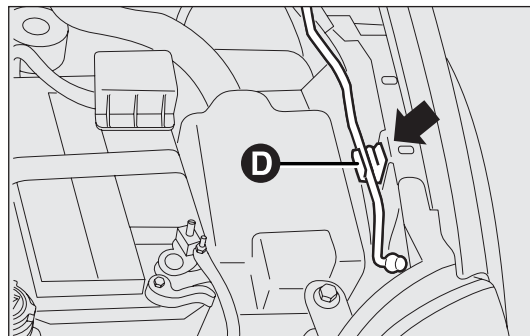
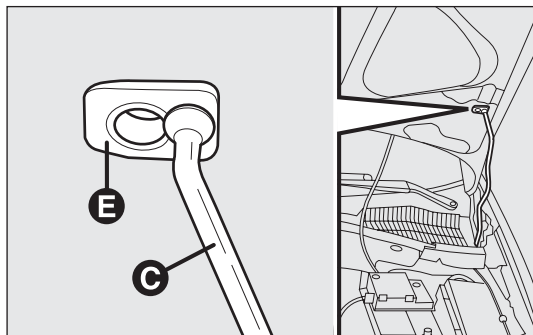

рис. 102
рис. 103
- поднимите крышку капота и одновременно освободите опорную штангу D – рис. 102 от защелки; вставьте оконечность С – рис. 103 штанги в гнездо E капота.
- ❑ удерживайте капот в открытом положении одной рукой, а второй выньте опорную штангу С – рис. 103 из гнезда Е и вставьте ее в защелку D – рис. 102;